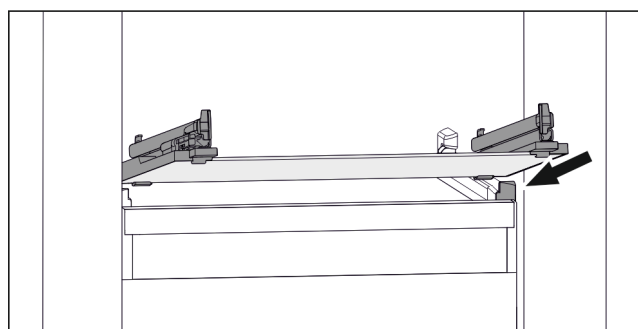

Fig. 73 Rappresentazione esemplificativa del ripiano in vetro
- ▶ Applicare il ripiano in vetro obliquamente dietro i fermi. (vedere Fig. 73)